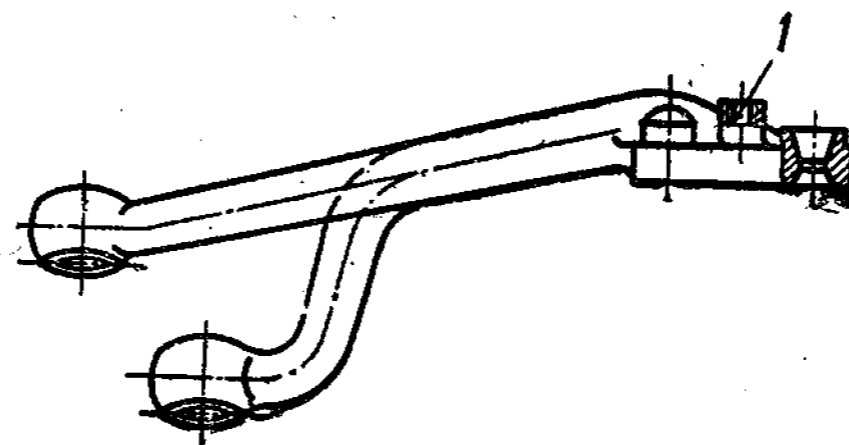

Рис. 133. Правый рычаг рулевой трапеции
9. Правый рычаг рулевой трапеции (рис. 133)